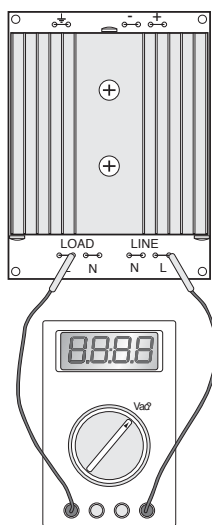

Рис. 7.h
- Снимите задний колпачок программатора и установите два микропереключателя в положение ВЫКЛ (см. РИС. 7.j.a). Закройте колпачок;